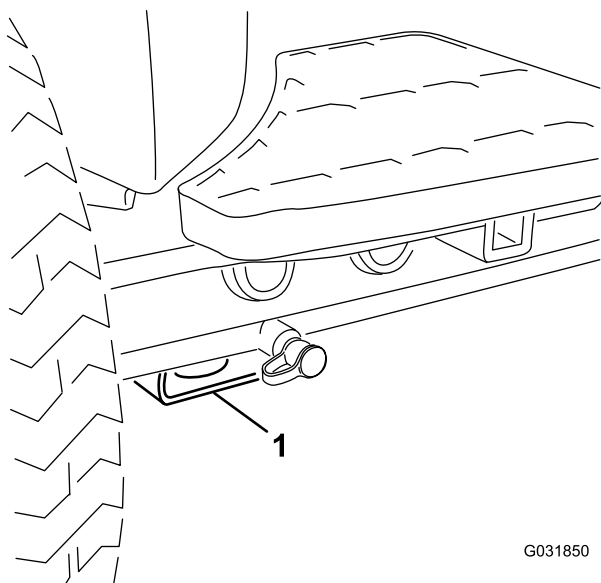

Figura 46
- **Parte delantera de la máquina** – bloque rectangular, debajo del tubo del eje, al interior de cada rueda delantera (Figura 46).